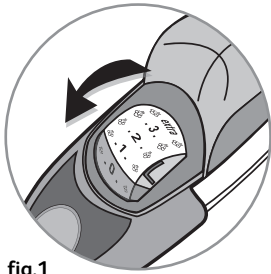

fig.1
- Перед заполнением резервуара отключите утюг. Установите кнопку подачи крышку в положение  **(рис.1)**. Не превышайте Max отметку.